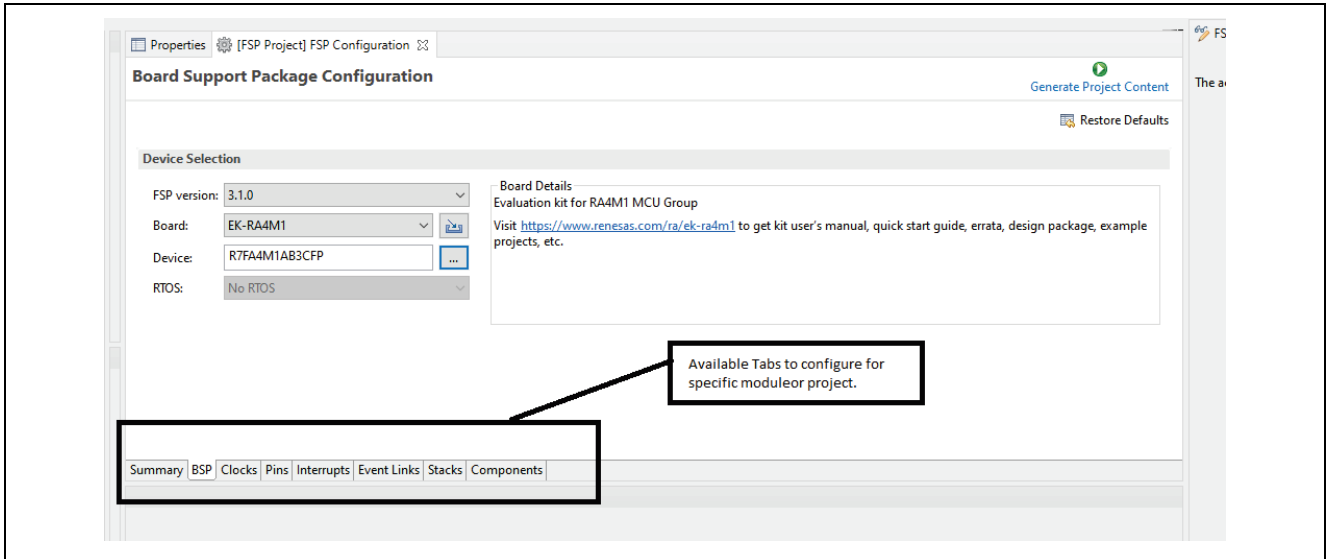

图 17. BSP 配置
- 如前所述，模板创建时会生成一个 <project name>.eww 文件。运行该文件后在 IAR Embedded Workbench (EW) 中打开工程。
- RASC 打开后，将显示如图 17 所示的界面，包含多个选项卡和配置选项。